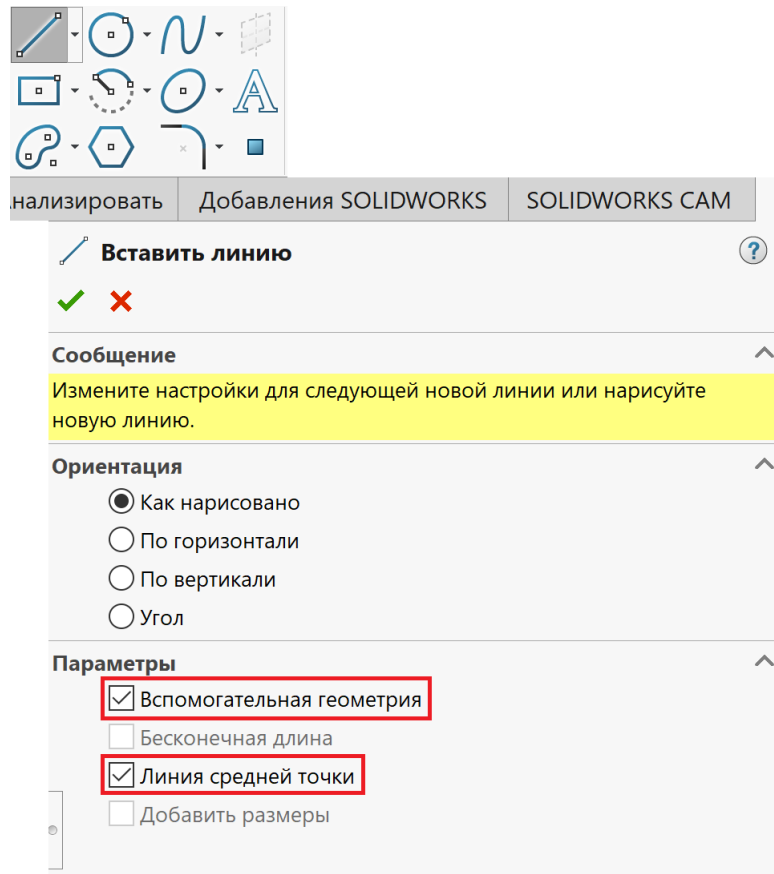

Рис. 11
3. Побудувати вертикальну та горизонтальну допоміжні лінії (рис. 11),